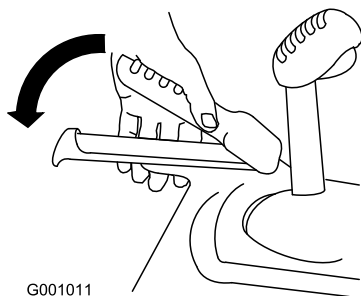

Bild 14
3. Drücken Sie den linken Hebel (Fahrtrieb) zum Handgriff (Bild 14).
6. Drücken Sie den linken Hebel (Fahrtrieb) zum Handgriff (Bild 14).